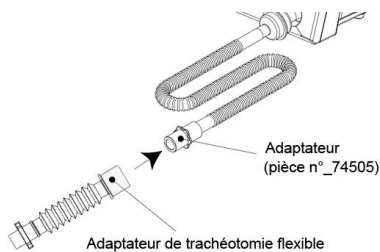

Figure 36_Utilisation de l'adaptateur de trachéotomie flexible
Étape 2 : Portez l'enveloppe de percussion de la même manière que celle indiquée sur la figure 36.